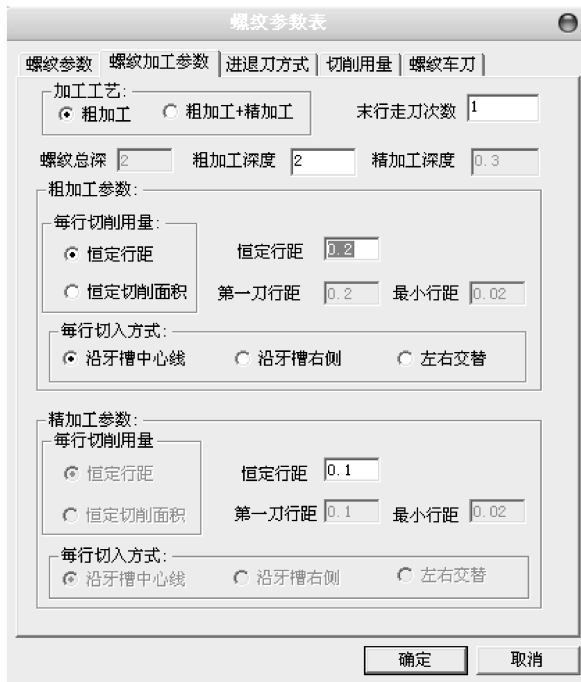

图 7-15 【螺纹加工参数】选项卡
2) 螺纹加工参数。【螺纹加工参数】选项卡如图 7-15 所示，主要用于对螺纹加工中的工艺条件和加工方式进行设置。